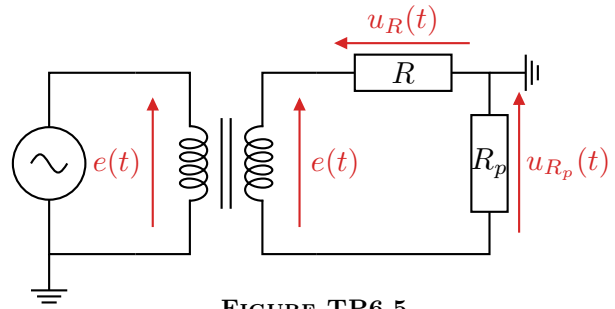

FIGURE TP6.5
- /3 ⑥ Recopier la Figure TP6.5 sur votre compte-rendu. Proposer alors des branchements et manipulations afin d'observer u_R et u_{R_p} en utilisant uniquement la maille de droite.